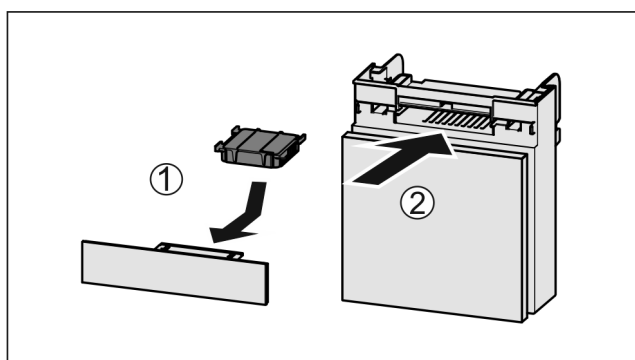

Fig. 178
- ▶ Filtr s aktivním uhlím vložte podle vyobrazení Fig. 178 (1).
- ▶ Zásuvku zasuňte Fig. 178 (2).